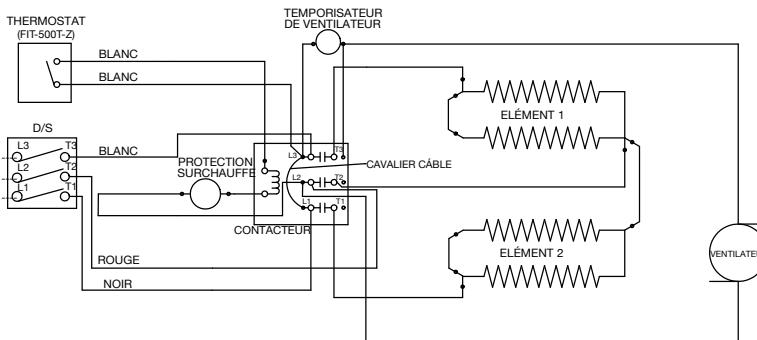

Figure 3
4. Connectez les fils dénudés du contacteur au sectionneur comme suit : fil noir vers T1 et fil rouge vers T2 (et fil blanc vers T3 pour les triphasés). Voir le schéma de câblage, figure 3.
- Connectez les fils dénudés du contacteur au sectionneur comme suit : fil noir vers T1 et fil rouge vers T2 (et fil blanc vers T3 pour les triphasés). Consultez le schéma de câblage, figure 3.
- Brancher les fils blancs du radiateur aux bornes "L2" et "cycle" sur le thermostat, comme illustré dans le diagramme de câblage, figure 3.